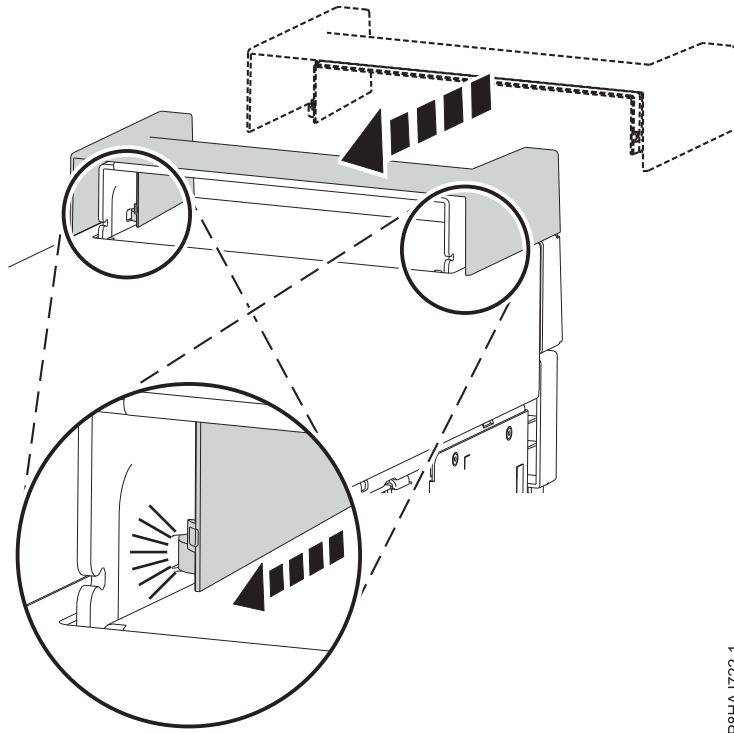

図 66. 8286-41A スタンドアロン・システムへのハンドル・カバーの固定
1. ハンドル・カバーを、システムの後部方向へスライドさせて内部 RDX ドッキング・ステーション (FC EUA3) に固定します。図 66 を参照してください。